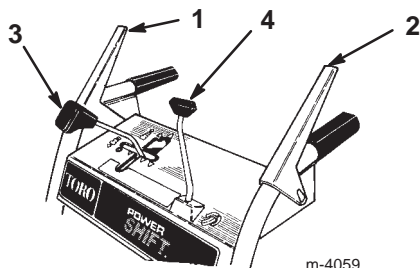

Figure 13
- **Levier de commande de tarière/roue hélice** (Fig. 13)—Pour embrayer la tarière et la roue hélice, serrez le levier contre la poignée du mancheron de droite. Pour les débrayer, lâchez le levier.
- **Levier de commande de déplacement** (Fig. 13)—Pour embrayer la transmission aux roues, serrez le levier contre la poignée du mancheron de gauche. Pour arrêter la machine, lâchez le levier.
- **Levier de commande de changement de vitesse** (Fig. 13)—Le levier possède une position de point mort, quatre vitesses en marche avant et deux vitesses en marche arrière. Il commande aussi la force motrice des roues. Pour sélectionner un rapport, placez le levier dans la position souhaitée.
- **Commande d'orientation de l'éjecteur** (Fig. 13)—Tournez la commande d'orientation dans le sens des aiguilles d'une montre pour déplacer l'éjecteur vers la droite, ou en sens contraire pour le déplacer vers la gauche.
3. Relâchez les leviers de tarière/roue hélice et de commande de déplacement (Fig. 13).
1. Relâchez le levier de commande de déplacement (Fig. 13).